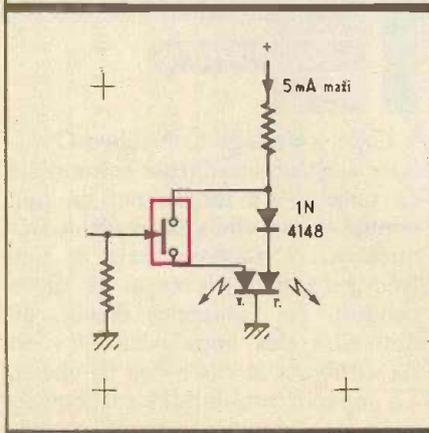

Fig. 5 Commande de LED bicolore.
**COMMANDE LED BICOLORE (fig. 5)**